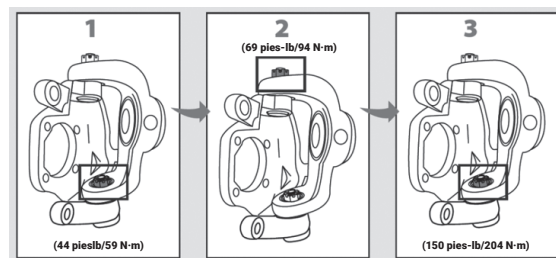

Figura 3
- Siga la secuencia de apriete como se ilustra a continuación en la Figura 3. Se recomienda realizar esta secuencia con el muñón de dirección en la posición recta hacia adelante. Esto asegura que el muñón de dirección quede alineado con el conjunto del eje.